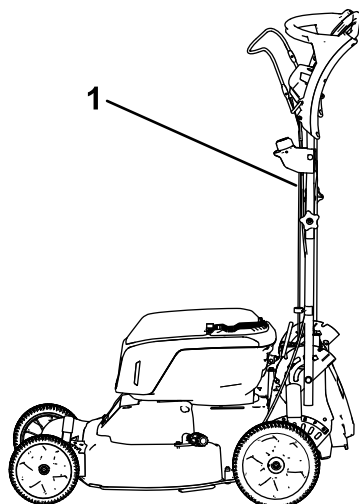

Figura 26
1. Bloquee el manillar en la posición vertical (Figura 26); consulte Ajuste de la altura del manillar \(página 14\).